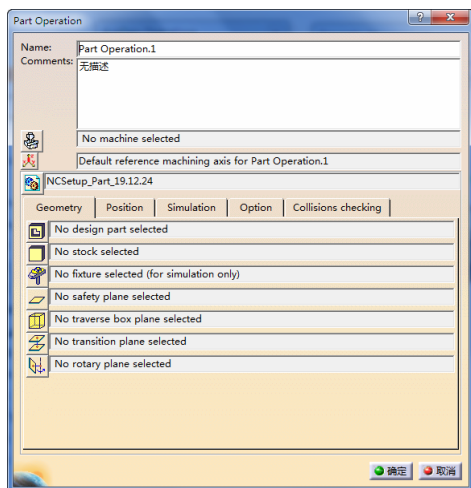

图 3-8 “Part Operation”对话框 (1)
1) 在特征树上双击“Part Operation.1”节点，弹出“Part Operation”对话框 (1)，如图 3-8 所示。